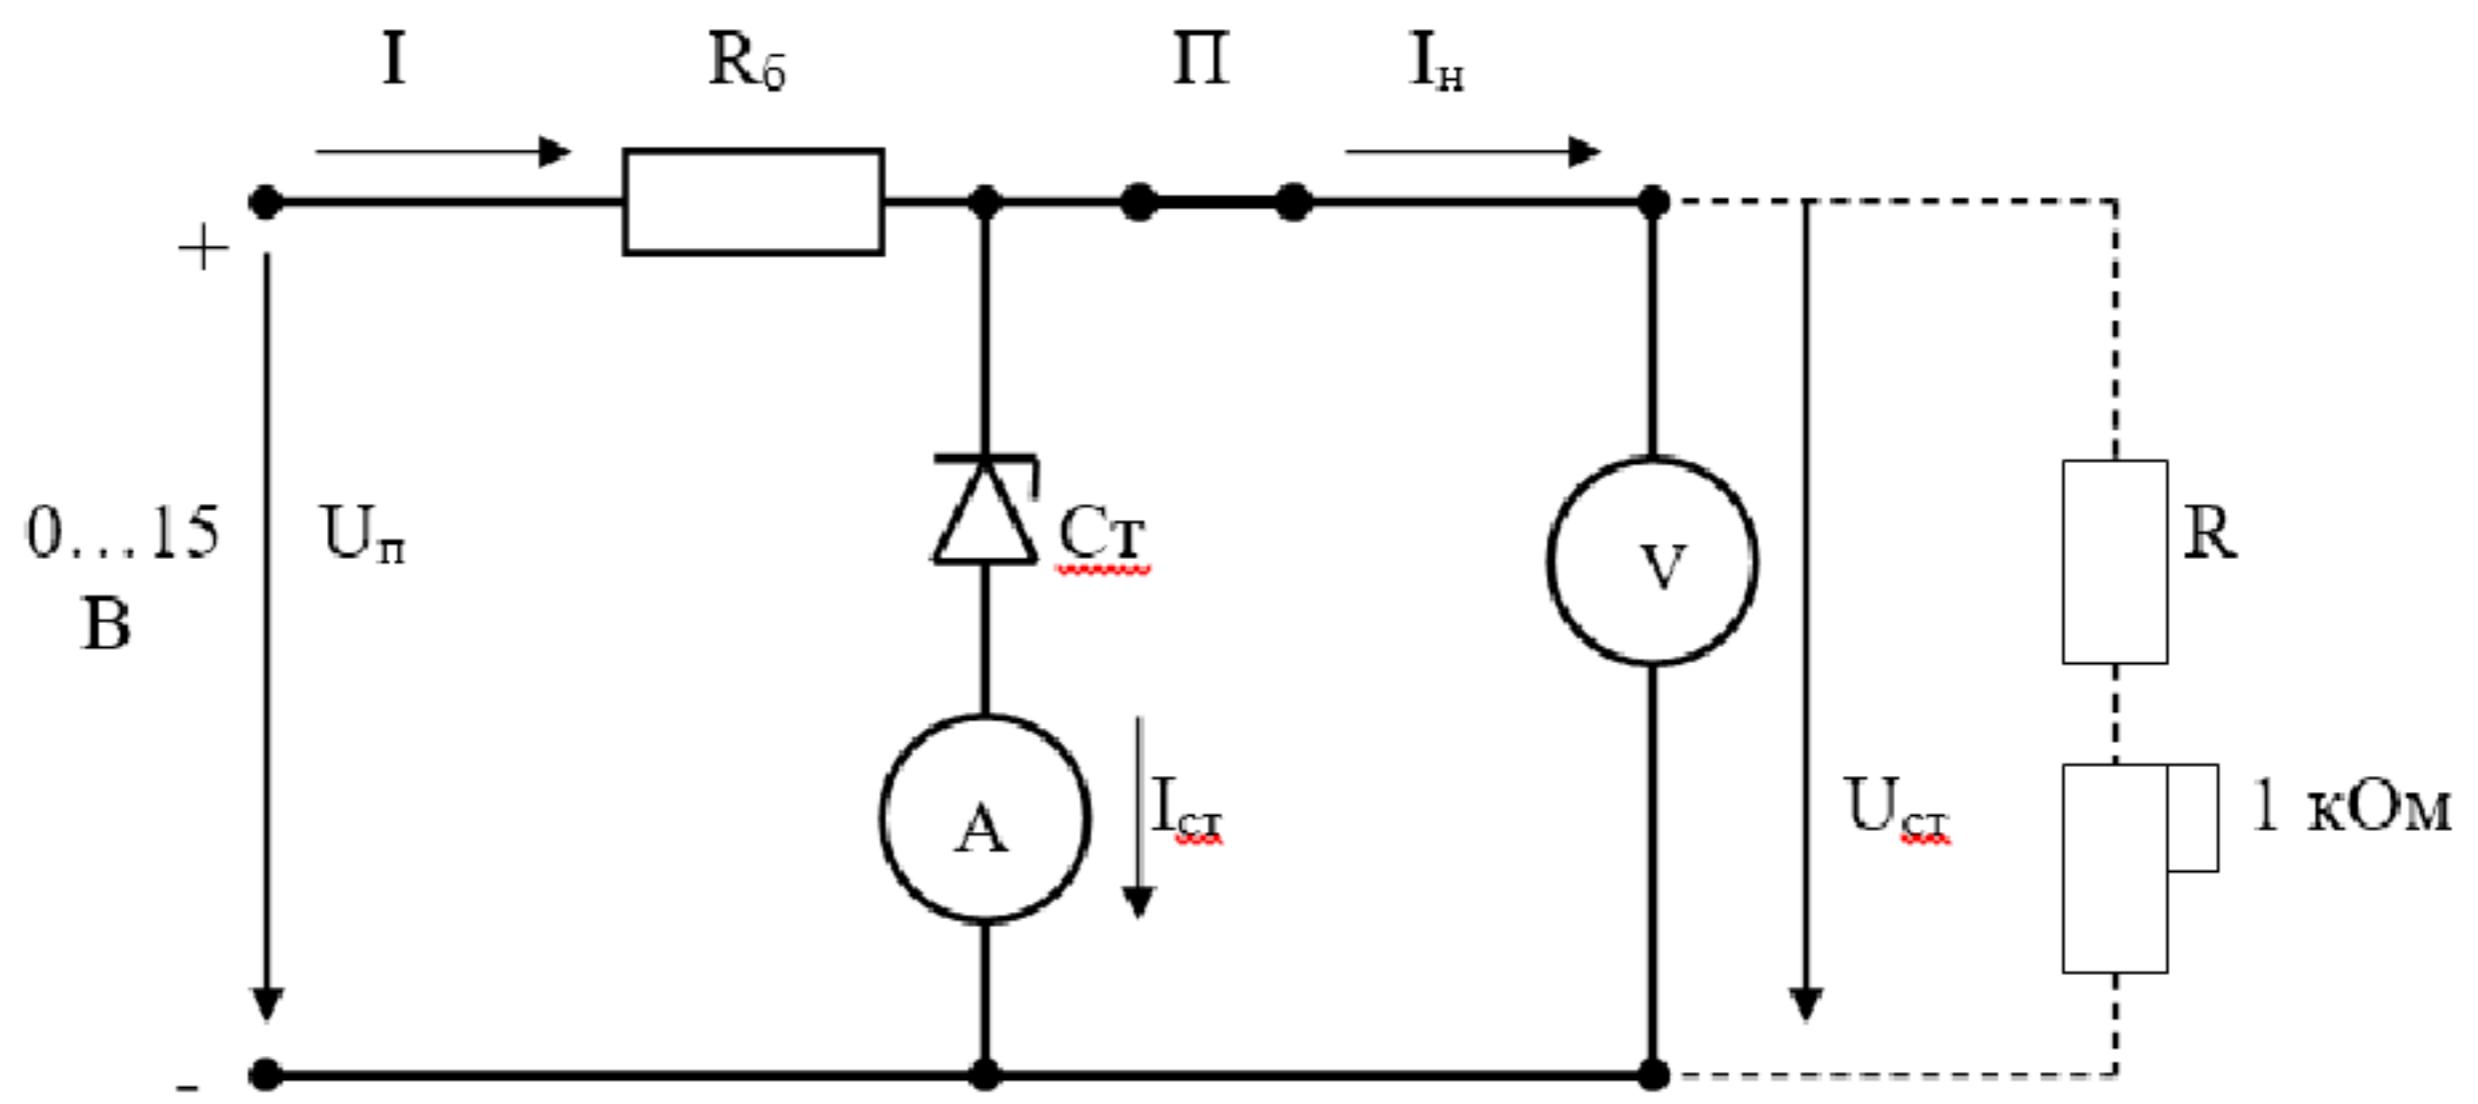

Рисунок 1.3
2. Собрать схему, изображённую на рис. 1.3.
9. По формуле (8) вычислить минимальное сопротивление нагрузки, при котором происходит стабилизация напряжения. В схеме рис. 1.3 амперметр и перемычку «П» поменять местами. Плавно уменьшая переменным резистором 1 кОм сопротивление нагрузки, при $U_{п} = 15В$ установить токи в цепи нагрузки, указанные в таблице 1.3, и записать соответствующие этим токам напряжения на нагрузке. Вычислить по записанным в таблице формулам напряжение на балластном сопротивлении, ток, потребляемый от источника питания, ток через стабилитрон и сопротивление нагрузки. Отметить сопротивление нагрузки, при котором стабилитрон запирается, сравнить его с вычисленным. По данным таблицы построить график зависимости $U_{ст} = f(I_{н})$.